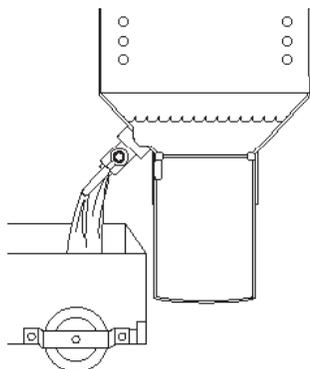

Abbildung 6
7. Öffnen Sie das Ablaufventil an der Fritteuse und lassen Sie das Fett in die Filteranlage ablaufen (Abbildung 6).